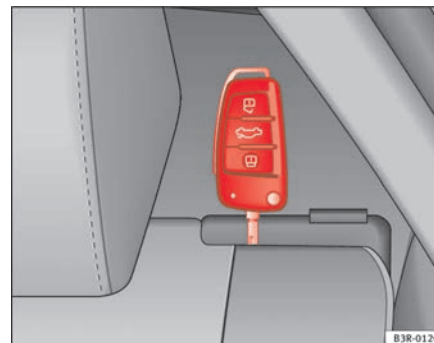

Fig. 119 Per chiudere a chiave lo schienale posteriore
- Girare verso sinistra la chiave nella serratura della leva di sbloccaggio ⇒ pag. 147, fig. 119.